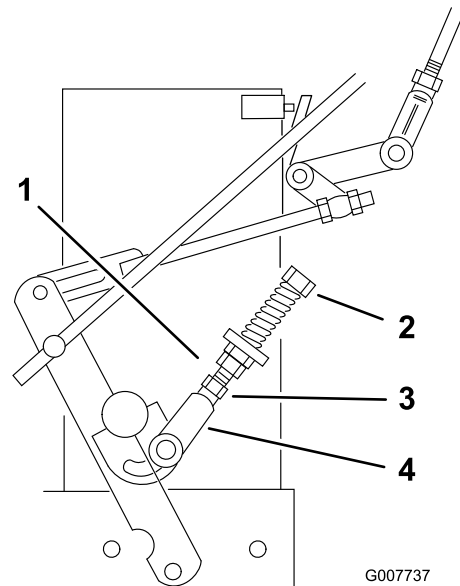

Bild 32
Neutral-Steuergestänge eingestellt werden (Bild 32). Wenn das Rad stoppt, gehen Sie auf Schritt 12.
10. Lösen Sie die Mutter gegen den Neutral-Steuergestängebügel (Bild 32).
11. Stellen Sie das Neutral-Steuergestänge ein, bis sich das entsprechende Antriebsrad nicht mehr dreht, wenn der Antriebshebel gegen die Neutral-Feder (Neutral-Stellung gezogen wird (Bild 32).
12. Drehen Sie die Einstellschraube um ca. eine Viertelumdrehung nach rechts, wenn sich das Rad rückwärts dreht, oder drehen Sie die Schraube um ca. eine Viertelumdrehung nach links, wenn sich das Rad vorwärts dreht (Bild 32).